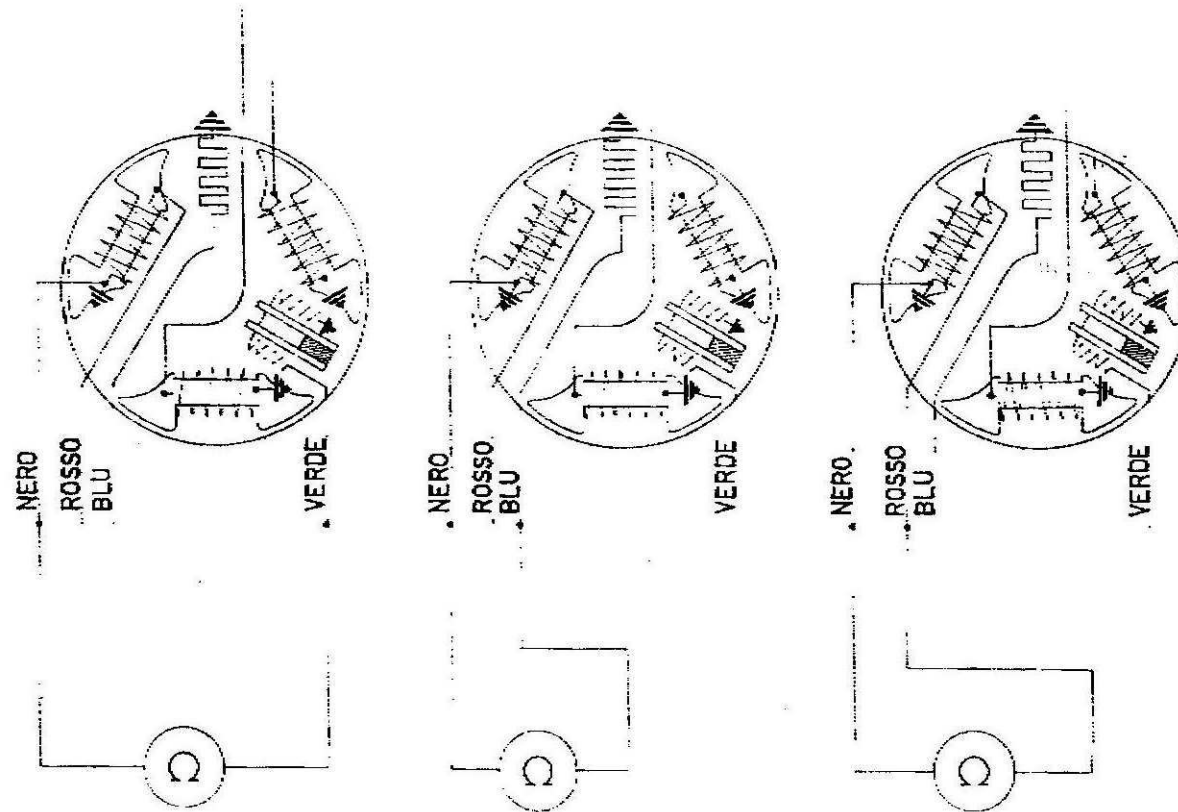

Fig. 5 A - Collegamenti da effettuare per la verifica delle bobine e della resistenza.
- c) Con un ohmetro, capace di rilevare le resistenze da 1 a 1000 ohm., verificare lo statore del generatore come segue (Fig. 5 A):